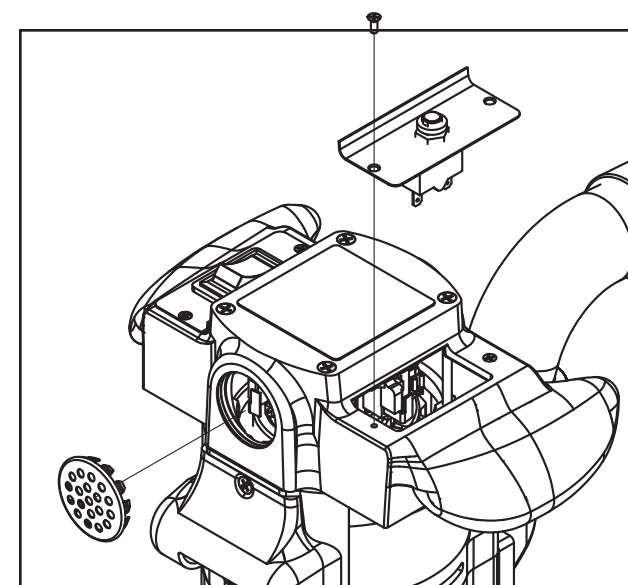

Figure 8
Inspectez les quatre balais tous les 6 mois ou toutes les 250 heures. L'accès aux balais se fait par les bouchons d'évent avant et arrière du moteur et sous les deux capots du moteur (figure 8). Appuyez sur la languette (A) de l'assemblage à ressort, faites-la pivoter, puis retirez-la (figure 9). Si un balai est usé à une longueur de 3/8" ou moins, remplacez l'ensemble au complet.